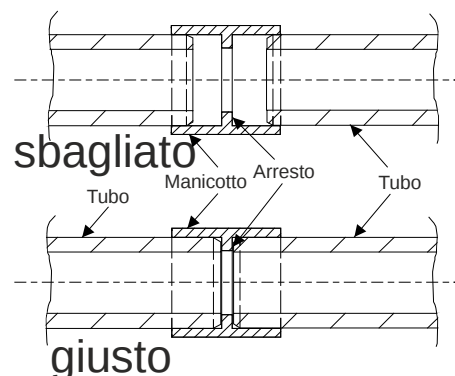

Fig. 20 Assemblaggio dei tubi
- I singoli spezzoni di tubo vengono collegati mediante raccordi. A seconda del materiale dei tubi utilizzati, si usa il procedimento adesivo secondo il cap. 5.5.2 o 5.5.3, oppure la pressatura secondo il cap. 5.5.4. I tubi vanno spinti nei raccordi fino all'arresto, **Fig. 20**.